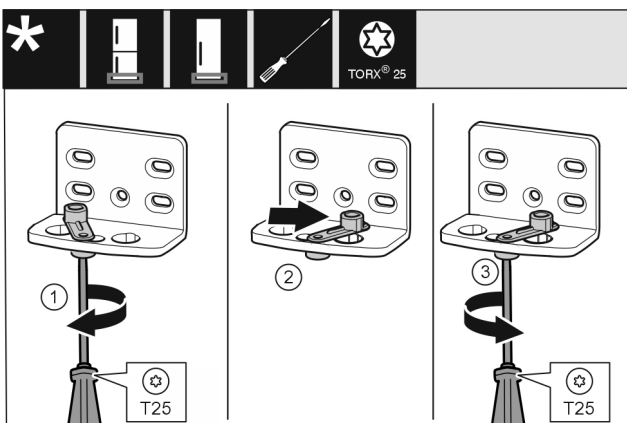

Fig. 12
- Lazán tekerje be a csavart Fig. 12 (1) csavarhúzóval.
- Emelje meg az ajtó záródását segítő egységet Fig. 12 (2), és 90°-kal jobbra forgatva tekerje be a furatba.
- Húzza meg a csavart Fig. 12 (3) csavarhúzóval.